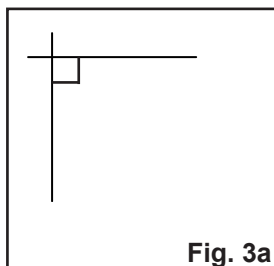
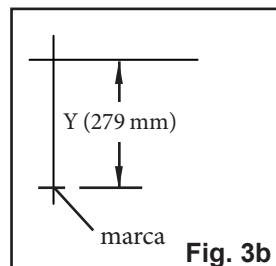
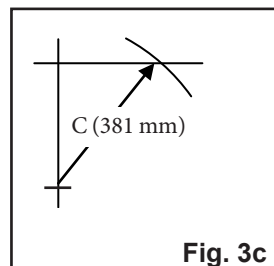
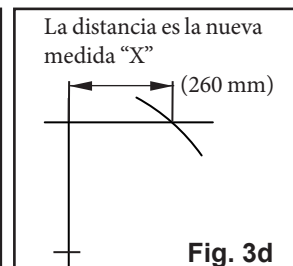

Fig. 3a
Fig. 3b
Fig. 3c
Fig. 3d
3. **Determine la medida final.** En una superficie vertical plana, con un nivel, trace una línea horizontal y una vertical creando un triángulo rectángulo (Fig. 3a). Mida desde la intersección en la medida “Y” establecida y marque (Fig. 3b). Con la cinta métrica, comenzando en la marca “Y” modificada, mueva la cinta a lo largo de la línea de “X” y marque la medida “C” donde cruza la línea “X” (Fig. 3c). Mida desde la intersección hacia la intersección “C” y esta será su nueva medida “X” (Fig. 3d).